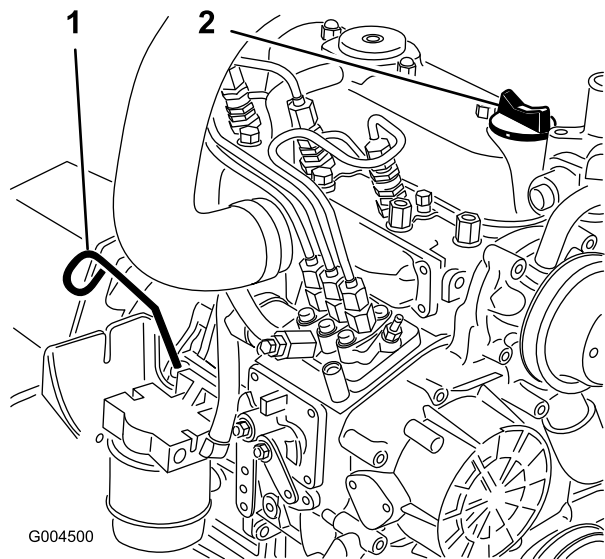

図 40
3. ディップスティック (図 40) を抜き取り、付いているオイルをウェスで拭きとってもう一度差し込む。引き抜いて油量を点検する。
4. 不足している場合は、キャップ 図 40 を取り、Full 位置までオイルを補給する。